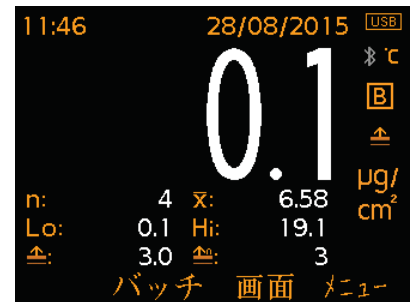

図3: 読み取り値 x1と選択された統計
- 選択された統計（図3）：画面→統計→統計を選択で指定した統計値を8個まで表示します。次の中から選択できます。読み取り値の数、平均値、読み取り値の最大値と最小値、変動幅、標準偏差、変動係数、制限値、制限値を超える読み取り値の